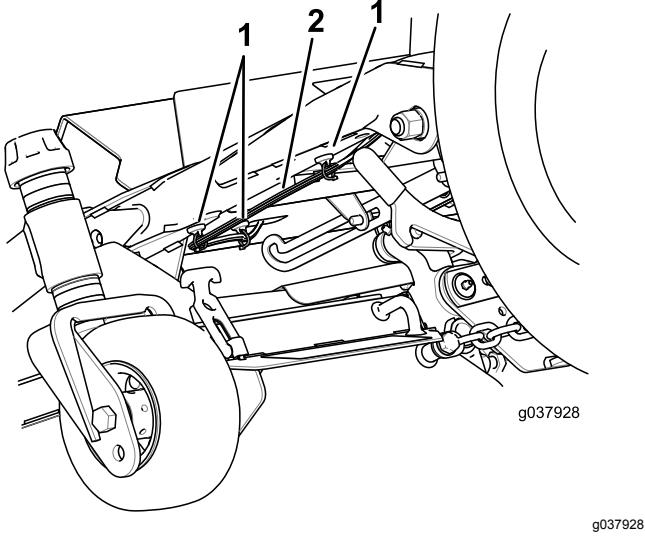

Figura 16
4. Utilize os suportes magnéticos ilustrados na Figura 16 para prender a cablagem.